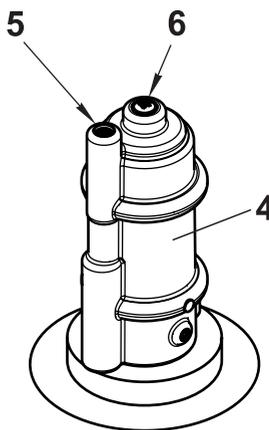

Рис. 5
4.4.4 Время открытия клапана зависит от настройки. Для регулировки времени открытия клапана используйте регулировочный винт 5 в верхней части корпуса замедлителя 4 (рис. 5). Поворачивая винт по часовой стрелке (вкручивание вовнутрь корпуса замедлителя), время открытия клапана увеличивается, и, наоборот, поворачивание винта против часовой стрелки (выкручивание из корпуса) - время открытия уменьшается.